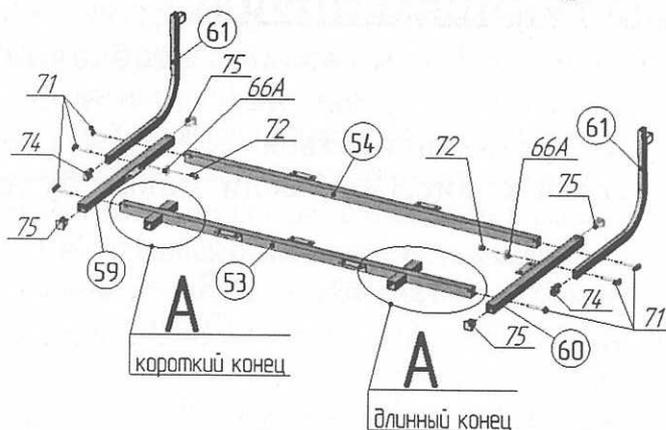

Рис.22.1 Положение штанги поз.53 при установке стола слева
24. В тяги-уголки поз.61 вставить заглушки 10x20 поз.74 (рис.22.1, 22.2). К штангам поз.53,54 присоединить штанги поз.59,60, тяги-уголки поз.61, используя винты М6x40 поз.71, в соответствии с рисунком 22.1 или 22.2. Штангу поз.53 расположить в соответствии с тем, - слева или справа короба устанавливается стол (выноска А), (рис.22.1, 22.2, 19.1, 19.2). В двух местах соединить штанги поз.59,60 с тягами-уголками поз.61, используя гайки М6 со стопорным кольцом поз.72, винты М6x40 поз. 71, поз.59,60 вставить заглушки 20x20 поз.75 (рис.22.1, 22